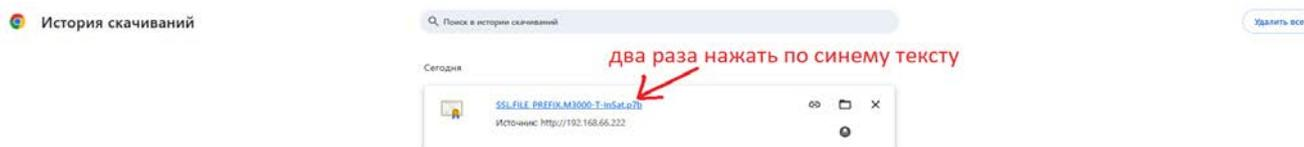

Рисунок 15. Папка загрузок
2. Перейти в папку загрузок (см. Рис. 15) и кликнуть два раза левой кнопкой мыши по скачанному файлу.